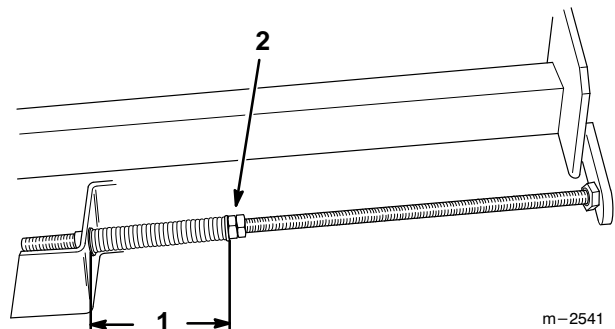

Figure 29
1. Guide-courroie (2)
6. Serrer les contre-écrous des tiges de réglage pour comprimer les ressorts à une longueur de 12,7 cm (5") (Fig 29).